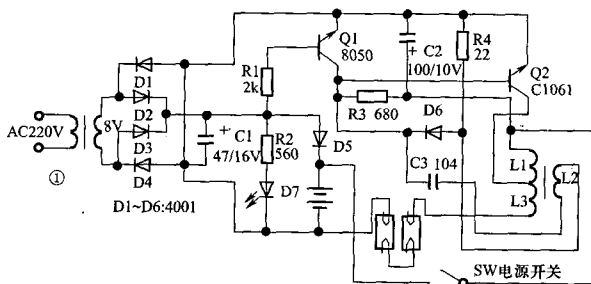

图 1-8 812 应急灯电路
8. 812 应急灯(图 1-8)
分析检修:电路如图 1-8 所示。电源 SW 接通,蓄电池电流经 R3 向 C3 充电,由于 L3 的绕向与 L1 相反,由 L2 续流和 D6 换相,加到 Q2(C1061)基极,使其形成振荡(用示波器查看为方波),而同相的 L3 圈数是 L1 的 70 余倍,即在其上感生 120V 高压,供点亮灯管。充电时接交流电源,变压器次级为 8V 低压,经 D1~D4 桥式整流、C1 滤波、R2 降压限流,点亮充电指示灯 D7,并经隔离二极管 D5 向蓄电池充电。同时,8V 正电压经 R1 供给 Q1(8050)基极,使之导通,集电极为低电平,使 Q2 截止。这样,蓄电池在充电时,没有点灯功能。根据故障分析,主要是灯管老化、灯丝损坏或变压器绝缘烧毁。用新灯管代换后无效,经查为变压器烧坏。拆开变压器重绕(注意磁芯比较脆硬,拆撬时应细心防止断裂),最里层用 $\phi 0.35\text{mm}$ 漆包线,L1 反向绕 7 圈,L2 并排正向绕 10 圈,绕后用绝缘纸裹三层,再用 $\phi 0.15\text{mm}$ 线正向绕 L3(530 圈)。组装时磁芯与磁芯间的衬纸可用普通薄纸。安装好后,灯正常工作。